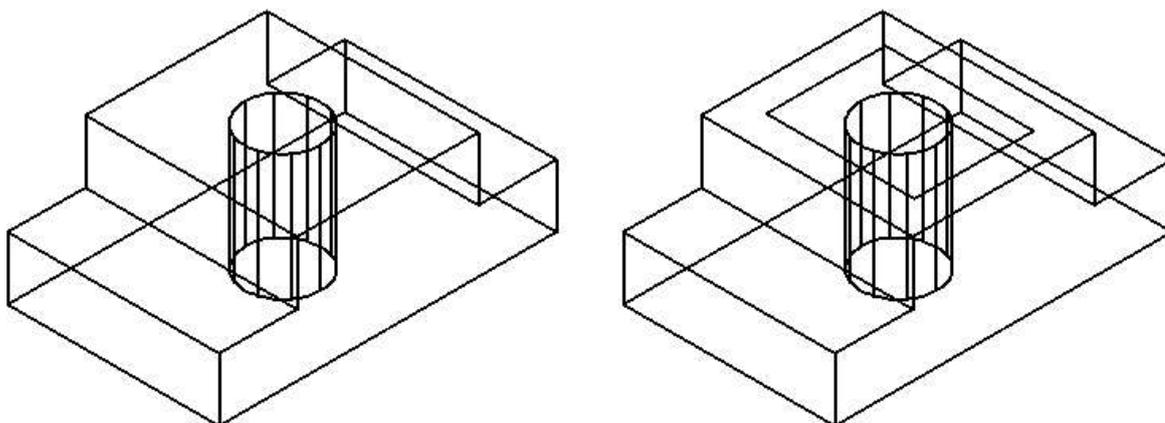

Рис. 102
8. Строим круг  $\varnothing 36$ . Используем команду **Круг** и опции **Центр**, **Диаметр** (рис. 102).